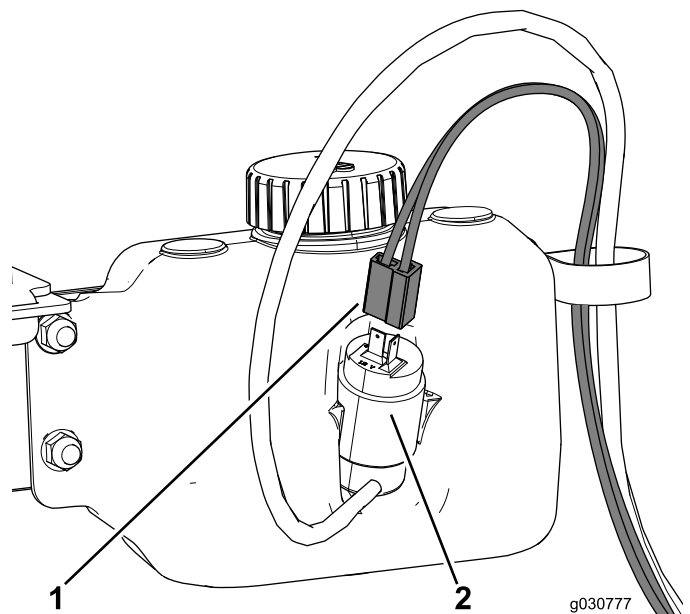

Bild 50
4. Verlegen Sie den Kabelbaum für die Flasche für die Scheibenwaschanlagenflüssigkeit durch die R-Klemme und schließen ihn an der Flasche an (Bild 50).